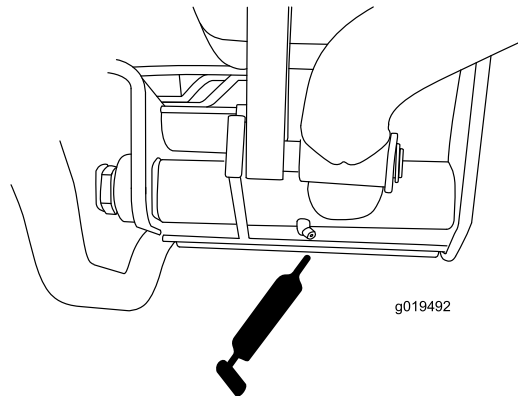

Bild 51
- Hintere Hubarm-Drehbüchsen (2) (Bild 51).